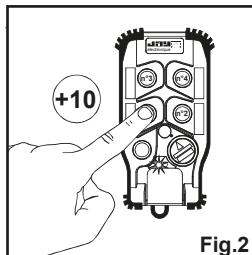

Fig.2
- 4- Sélectionner un nouveau canal avec les boutons n°1 et n°2 (fig.2&3).